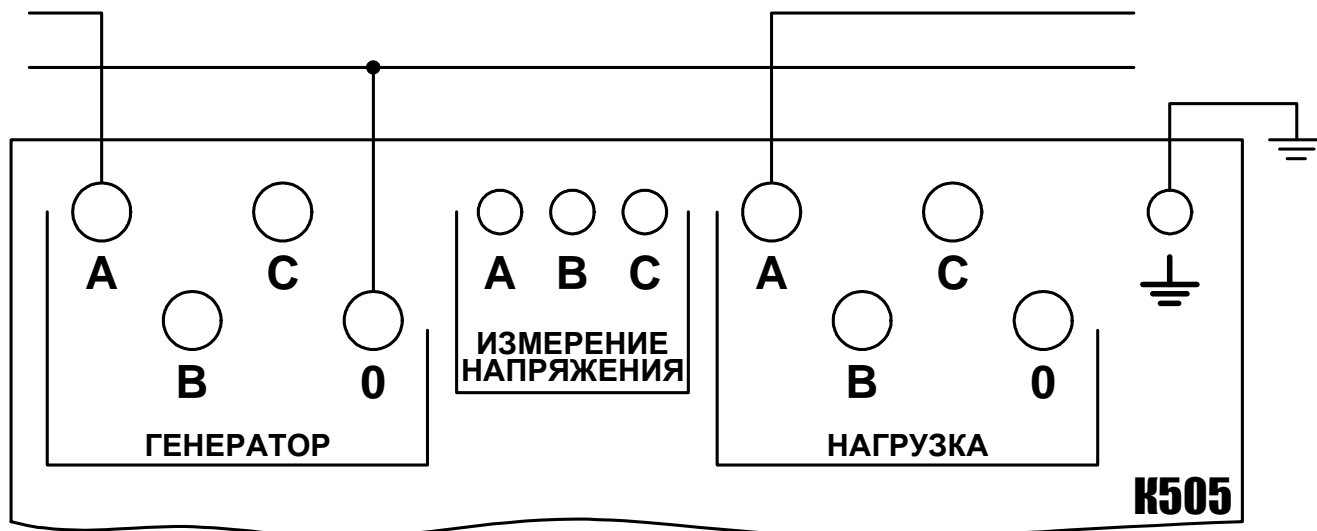

Рис. 2. Непосредственное измерение силы тока в однофазной сети.
6.1. Возможные схемы измерения силы тока, напряжения и мощности в однофазных и трёхфазных трёхпроводных и четырёхпроводных цепях переменного тока приведены на рис. 2...6.
6.2. Включите комплект в схему согласно одному из рис. 2...6. Источник питания (генератор) следует подключать к группе зажимов "ГЕНЕРАТОР", а нагрузку – к группе зажимов "НАГРУЗКА" в соответствии с маркировкой зажимов фаз.